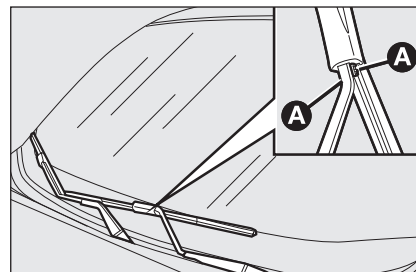

fig. 10
- ☐ druk op de lippen **A-fig. 10** en verwijder het wisserblad;